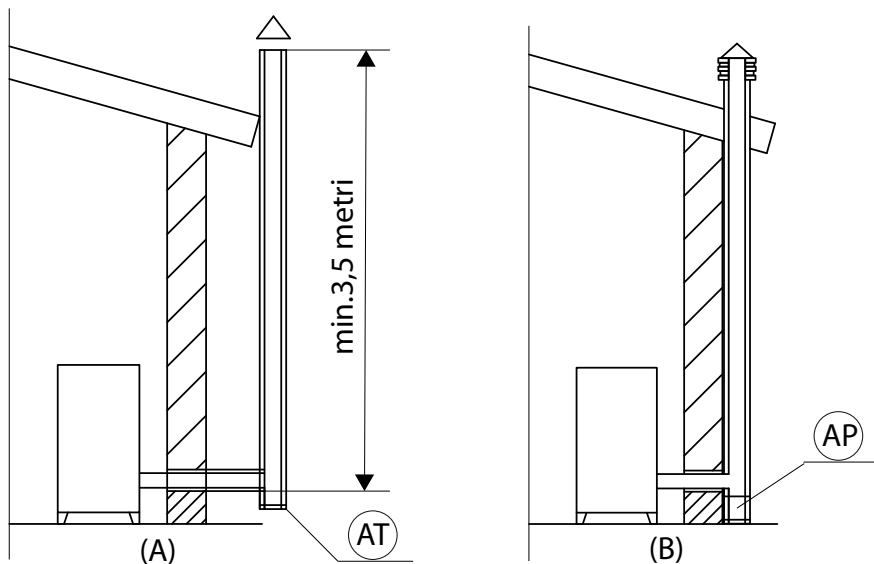

FIGURE 1 - CONDUIT DE FUMÉES
Une gaine technique simple en ciment doit être entubée de manière appropriée. Dans les deux cas, prévoir un bouchon d'inspection (AT) ou un volet d'inspection (AP) - FIG. 1.